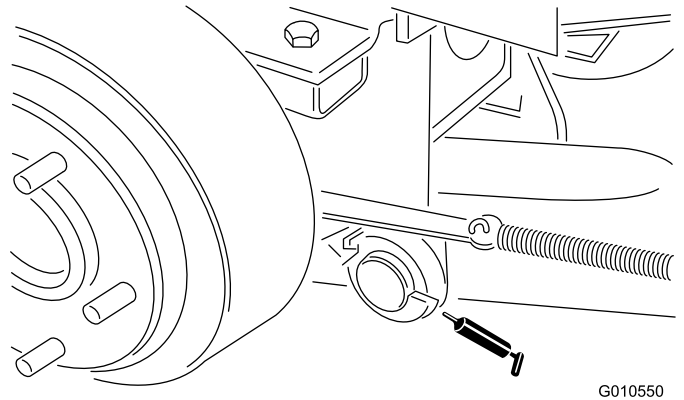

Figure 21
- Pivots de bras de relevage arrière (2) (Figure 21)